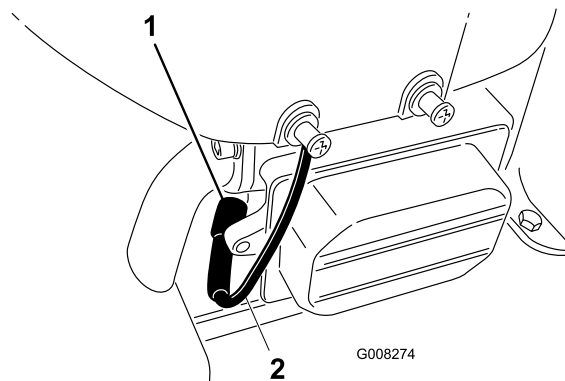

Figure 25
6. Débranchez la bougie (Figure 25).
8. Enlevez la bougie et la rondelle métallique (Figure 25).
3. Branchez la bougie (Figure 25).